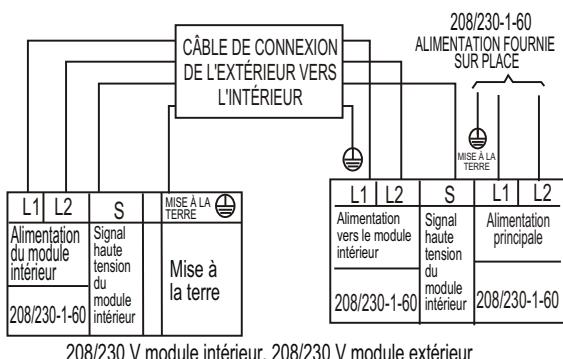

Fig. 14 – Schémas de connexion capacités 9 000 et 12 000
3. Ouvrez complètement le côté basse pression du manomètre du collecteur (voir fig.14).